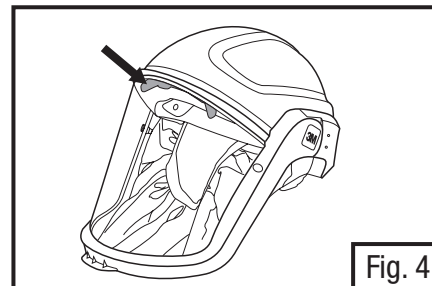

Fig. 4
6. Au besoin, régler le débit d'air à l'intérieur de la pièce faciale pour un port plus confortable. Pour ce faire, relever complètement la visière. Repérer le déflecteur d'air bleu à l'avant de la pièce faciale et le faire pivoter. La Fig. 4 illustre où le déflecteur d'air est situé. Celui-ci comporte deux réglages. Il peut être entièrement ouvert pour permettre un plus grand débit d'air sur le visage ou partiellement fermé, pour rediriger une partie du débit d'air vers la visière. Après avoir réglé le déflecteur d'air, abaisser complètement la visière.